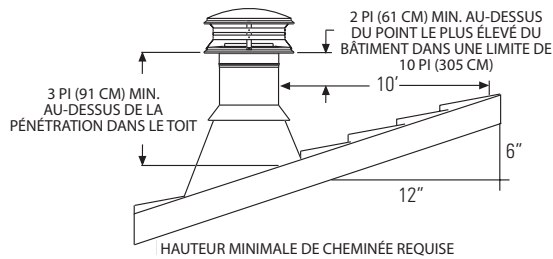

Figure 1
- Déterminez la hauteur de cheminée minimale au-dessus de la ligne du toit. Les codes du bâtiment exigent un minimum de 3 pi (91 cm) au-dessus de la pénétration dans le toit et au moins 2 pi (61 cm) plus haut que toute partie d'un bâtiment dans un rayon de 10 pi (305 cm). Voir la Figure 1. Le capuchon de sortie est installé au-dessus de ce point. Si la cheminée s'élève à plus de 5 pi (152 cm) au-dessus de la pénétration dans le toit, une bride de toit est nécessaire.